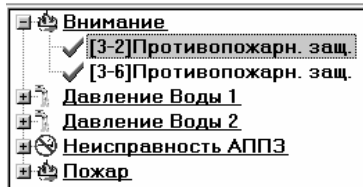

Рис.5. Выбор ТО
В «Поле выбора ТО», представленном на рис.5, отображаются группы точек обслуживания, находящиеся в выбранном диспетчером режиме обслуживания. При выборе группы, если она не пуста, на экране разворачивается список точек обслуживания данной группы.
- Поле фильтров, представленное на Рис.5. Фильтры используются для включения или отключения отображения полей строки адреса точки обслуживания.